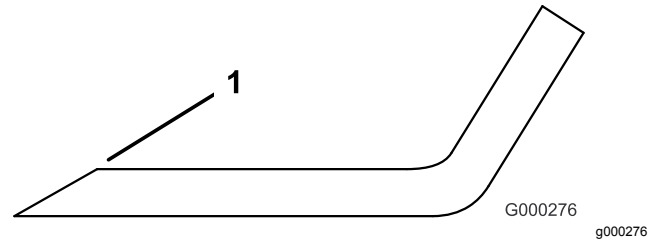

Figure 99
1. Au moyen d'une lime, aiguiser les tranchants à chaque bout de la lame (Figure 99).